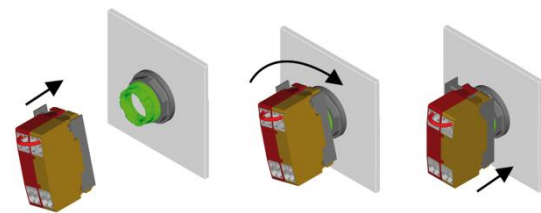

Abbildung 4: Korrekte Montage der modularen Kontaktgeber MTZU, MTZU_564
3. Betätiger mit der Kunststoffmutter befestigen. (Max. Anzugsdrehmoment beachten, vgl. Abbildung 4)
3. Fasten actuator with plastic nut (max. tightening torque to be observed, see fig. 4)